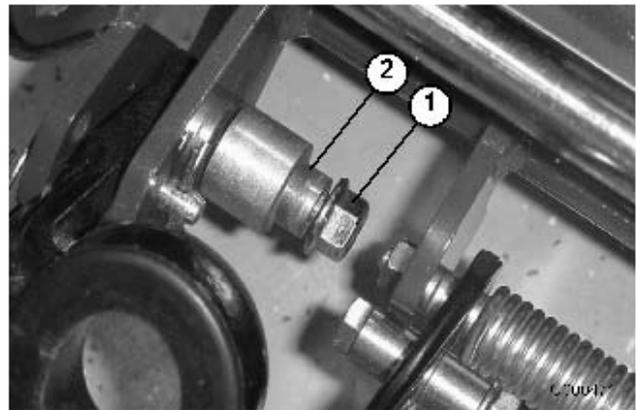

Figura 4
1. Retire la contratuerca de arandela prensada del tornillo de caperuza y el bulón en cada lado del cortacésped (Figura 4).